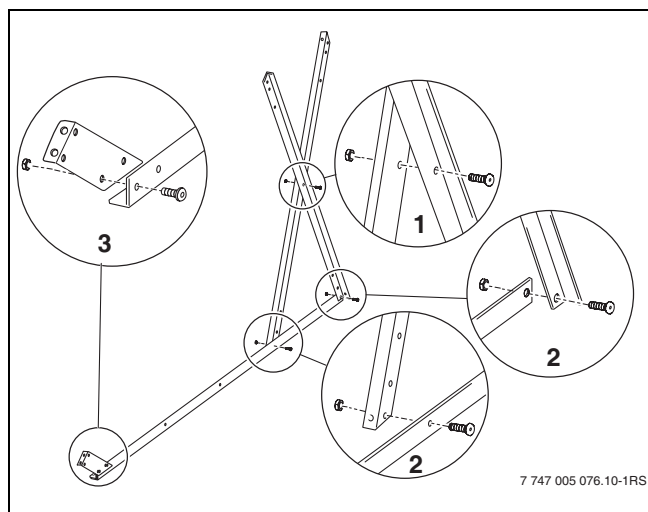

Fig. 17 Atornillar perfiles de soporte
- Atornillar dos perfiles de soporte del acumulador por el centro en forma de cruz (Fig. 17, (1)) y montarlos sobre el perfil de soporte inferior (2) de manera que la superficie que descansa en el suelo quede hacia adentro.
- Atornillar el apoyo inferior (Fig. 17, (3)) al extremo delantero del perfil de soporte inferior.